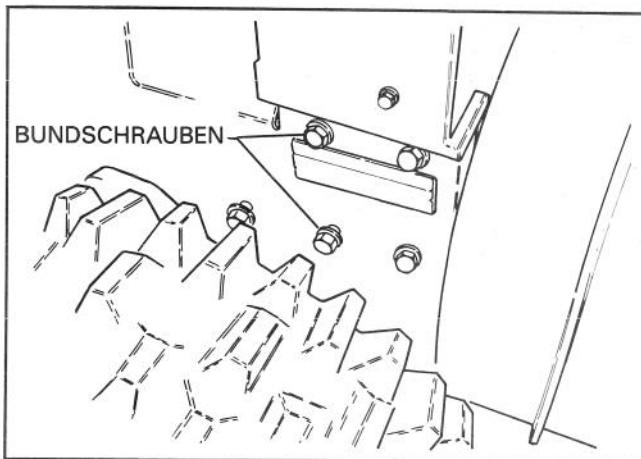

Abbildung 6
7. Die zwei M8-Bundschauben, mit denen der Leitrollensatz am Motorrahmen angebracht ist, entfernen und wegwerfen (Abb. 6).